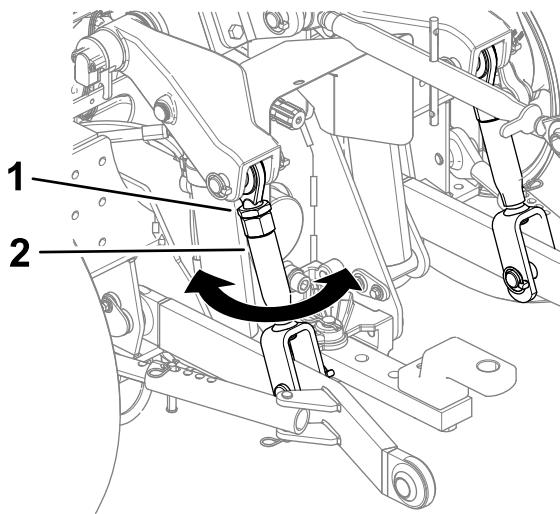

Bild 24
1. Lösen Sie die Klemmmutter an beiden Hebelenker (Bild 24).
2. Stellen Sie die Hebelenker nach innen oder außen, bis das Anbaugerät waagerecht (Bild 24) steht.
3. Ziehen Sie die Klemmmutter an (Bild 24).